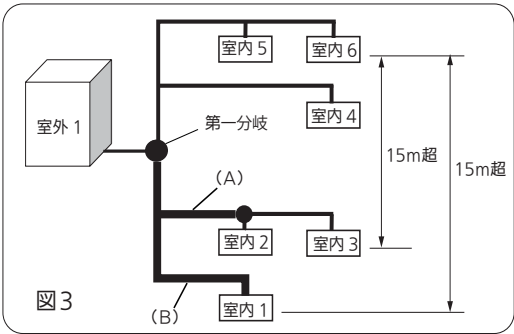

図3
- ・ H2が15mを超える場合、室内ユニットが室外ユニットより下側にある液管、ガス管を1ランクサイズアップしてください。(図3)
- (A) 同一階に室内ユニットが2台以上ある場合